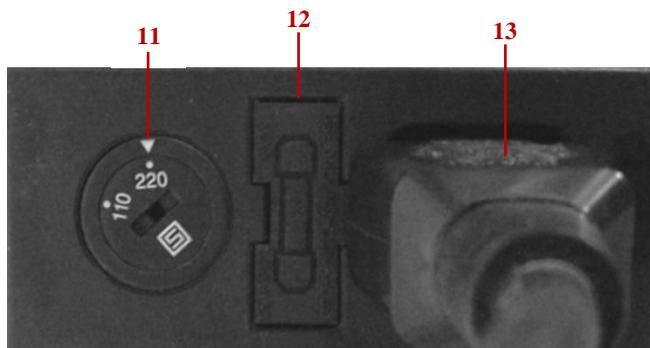

Figure 7.3: Panneau arrière
1. Vérifiez la tension indiquée sur la plaque signalétique à l'arrière du Tamiseur de Laboratoire. Veillez à ce que le sélecteur de tension (Figure 7.3, N°11) de l'appareil soit bien réglé sur la tension secteur. Pour régler la position du sélecteur de tension sur la tension secteur appropriée, utilisez un tournevis plat.
2. Connectez le câble d'alimentation fourni avec l'appareil dans la prise située à l'arrière du Tamiseur de Laboratoire (Figure 7.3, N°13).